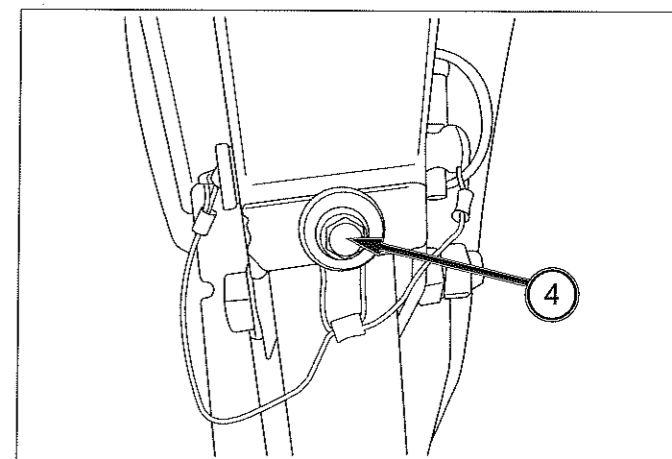

FIG. 112
NOTE : Fig. 112 - Pour éviter de perdre l'axe conique, attachez la bague du fil sur le châssis avec une rondelle en caoutchouc et serrez le boulon (M8 X 16 (SP)), 4.